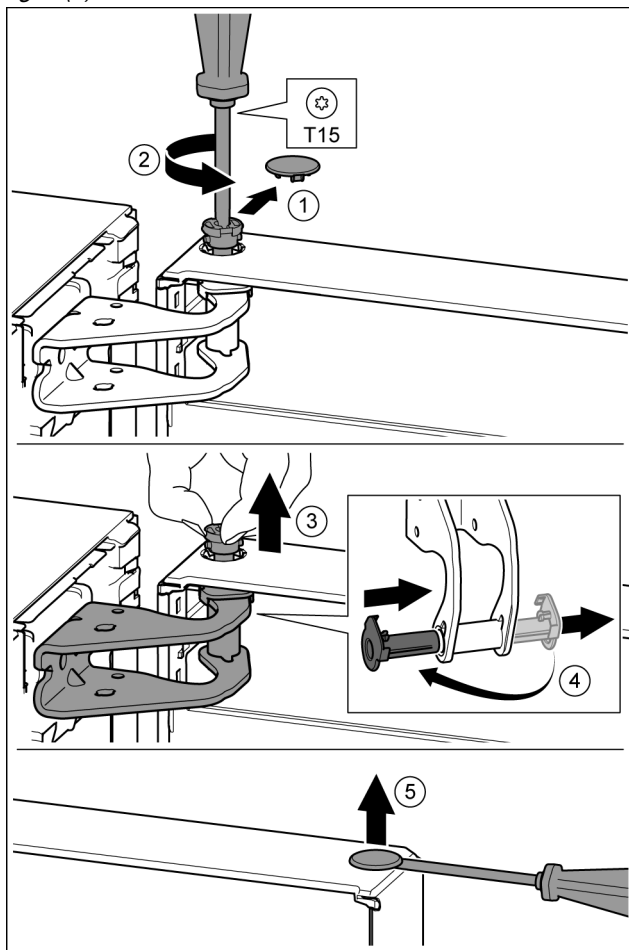

Fig. 8
- ▶ Bezpečnostní kryt opatrně stáhněte. *Fig. 8 (1)*
- ▶ Šroubovákem T15 o kousek vyšroubujte čep. *Fig. 8 (2)*
- ▶ Dveře držte a čep vytáhněte prsty. *Fig. 8 (3)*
- ▶ Vytáhněte ložiskové pouzdro z vedení. Vložte z druhé strany a zaklapněte. *Fig. 8 (4)*
- ▶ Plochým šroubovákem opatrně nadzvedněte zátku z ložiskového pouzdra dveří a vytáhněte ji. *Fig. 8 (5)*